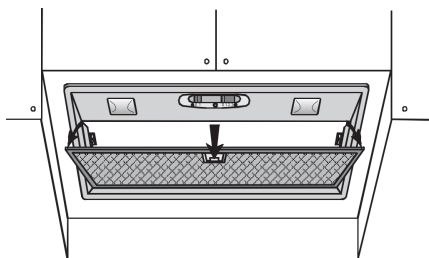

fig.4
2. A l'aide de la poignée, ouvrez le filtre à graisse métallique en poussant vers l'arrière puis vers le bas (fig. 4) et retirez-le à l'aide des deux fixations.